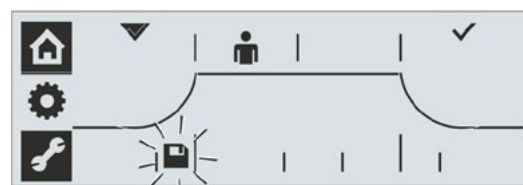

Fig. 12: Vælg Gem-symbolet
16. Vælg Gem-symbolet: Drej Drive Controller til højre, indtil Gem-symbolet blinker, fig. 12.